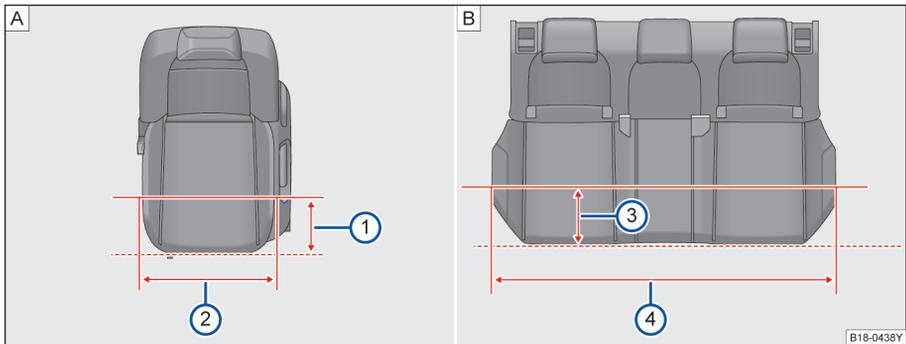

图 48 座椅座宽
如图⇒图 48B③在距离后排座椅边缘 200mm 时⇒图 48③，后排座椅坐垫宽度为 1271mm⇒图 48④。
如图⇒图 48A①在距离前排座椅边缘 200mm 时⇒图 48②，前排座椅坐垫宽度为 488mm⇒图 48①。